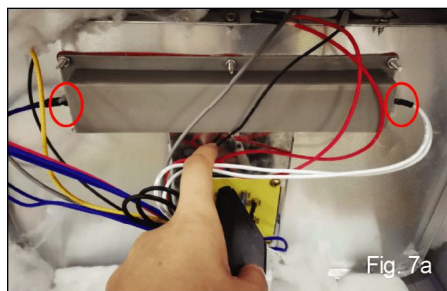

Fig. 7a
10. Bevestig beide leidingen weer en draai de schroeven van de doos vast. Zie afbeelding 7a en 7b.